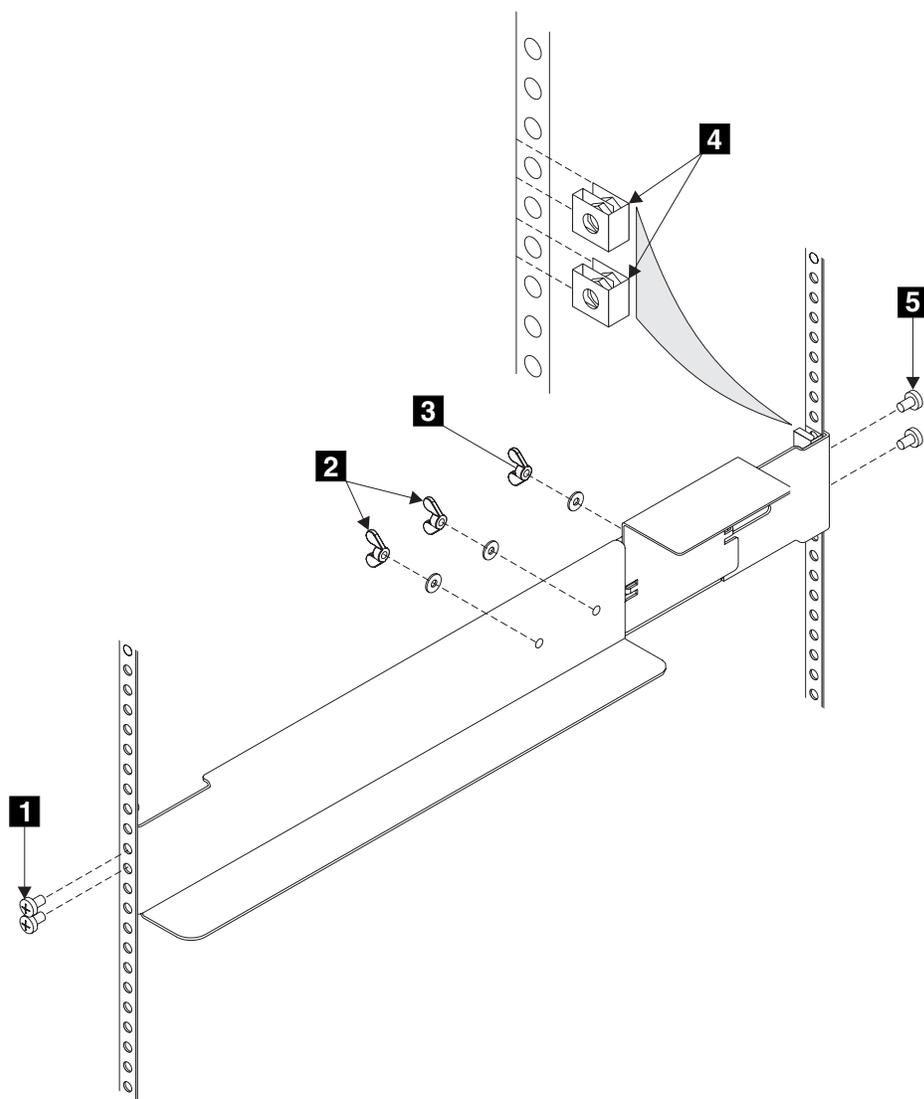

図 227. 2145 UPS のサポート・レールのラックからの取り外し
2. 2 つの調整ウイング・ナット **2** (図 227) を緩めます。